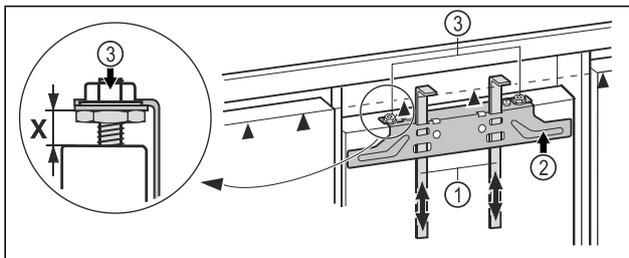

Fig. 16
- Spingere verso l'alto gli ausili di montaggio Fig. 16 (1) all'altezza della porta del mobile. Il bordo di arresto ▲ dell'ausilio di montaggio = al bordo superiore della porta del mobile da montare.
- Svitare la traversa di fissaggio Fig. 16 (2) mediante i controdadi Fig. 16 (3).